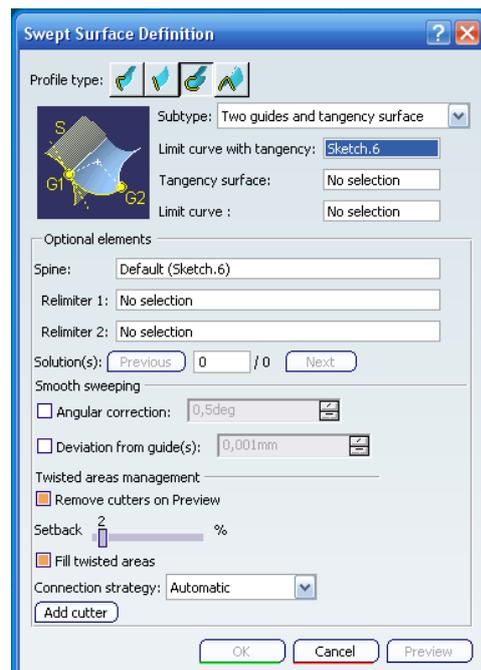

Ilustración 417: Definición del subtipo *Two guides and tangency surface*.
5.- *Two guides and tangency surface*: en este caso la generación del barrido se llevará a cabo por dos curvas guías y una superficie de referencia a la que va a ser tangente. Este subtipo recuerda al *With tangency surface* de barrido a partir de perfil recto, pero con dos curvas guía. Su ventana de definición se muestra en la Ilustración 417.